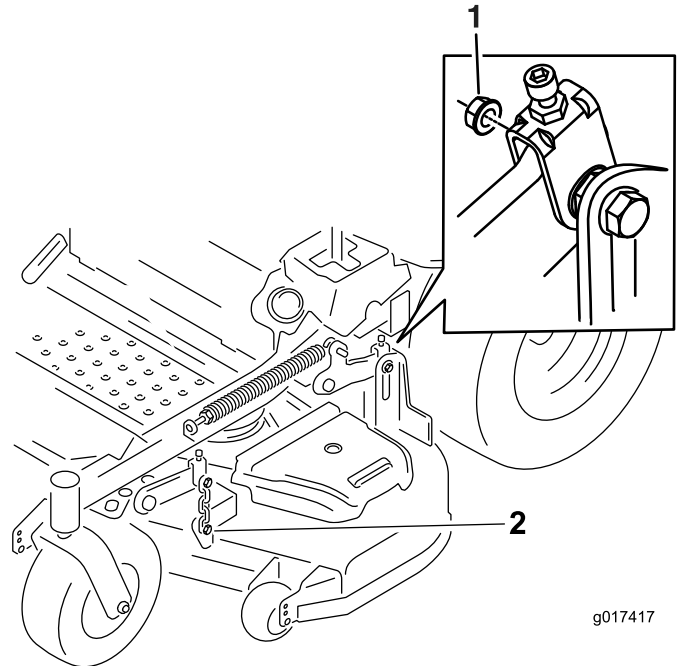

Figure 88
7. Enlevez et conservez le boulon à épaulement et l'écrou des fixations avant et arrière du plateau de chaque côté de la machine (Figure 88).